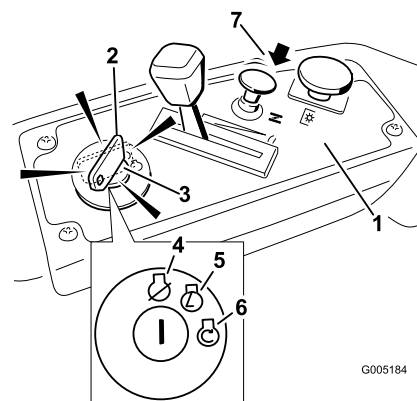

Figure 10
3. Tirez la commande de starter pour démarrer un moteur à froid (Figure 10).
4. Tournez la clé de contact en position de Démarrage pour activer le démarreur. Relâchez la clé quand le moteur démarre (Figure 10).
5. Lorsque le moteur démarre, appuyez sur la commande de starter (Figure 10). Si le moteur cale ou hésite, tirez la commande de starter et faites
2. Placez la manette d'accélérateur entre la position haut régime et la position à mi course (Figure 10).